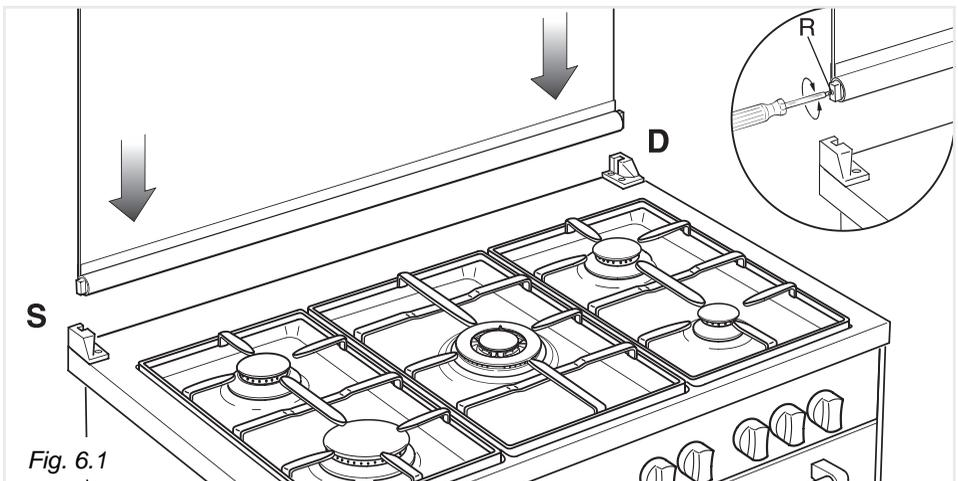

Fig. 6.1
- nella sede destra deve essere montata la cerniera con la stampigliatura "D" mentre nella sede sinistra la cerniera con la stampigliatura "S" (Fig. 6.1)
Eventualmente registrare la taratura delle molle delle cerniere ruotando le viti (R) in senso orario (fig. 6.1).